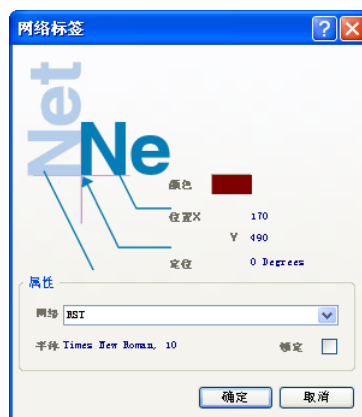

图 14-17 放置网络标签对话框
Step1 从菜单选择“放置”→“网络标号”（快捷键P，N）。按Tab键编辑网络标签的属性。在“网络标签”对话框，设置“网络”栏为Q1B，然后关闭对话框。如图 14-17所示。